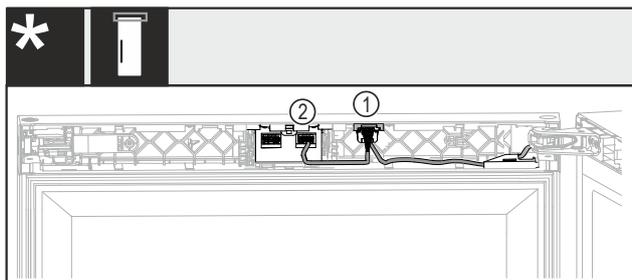

Fig. 45 Без замка или с механическим замком*
- ▶ Вставьте штекер с обоими кабелями Fig. 45 (1) в направляющую.*
- ▶ Зафиксируйте штекер с обоими кабелями Fig. 45 (2) в правом гнезде.*